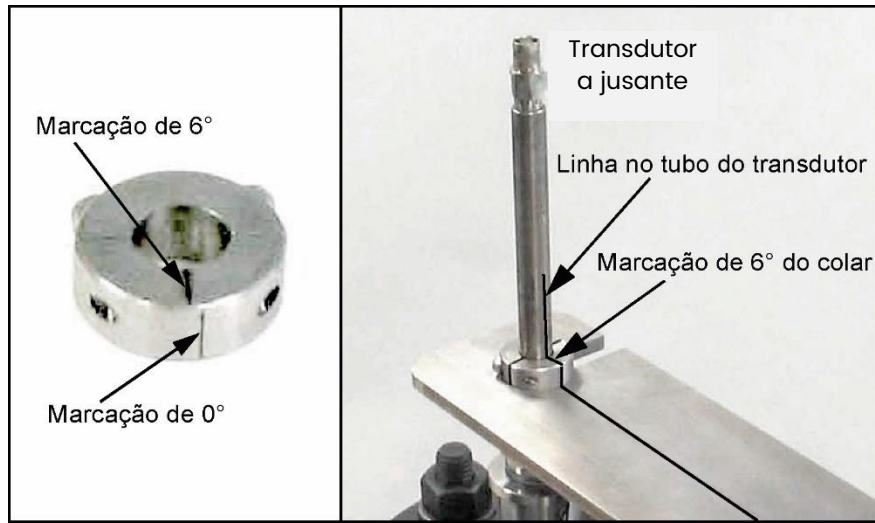

Figura 11: Instalação do anel tensor
4. Deslize o anel tensor sobre o transdutor a jusante para a cavidade no topo da placa guia. Alinhe a marca 6° no topo do anel com a linha no transdutor (veja Figura 11 abaixo). Em seguida, aperte os parafusos do anel até ele estar preso em torno do transdutor.